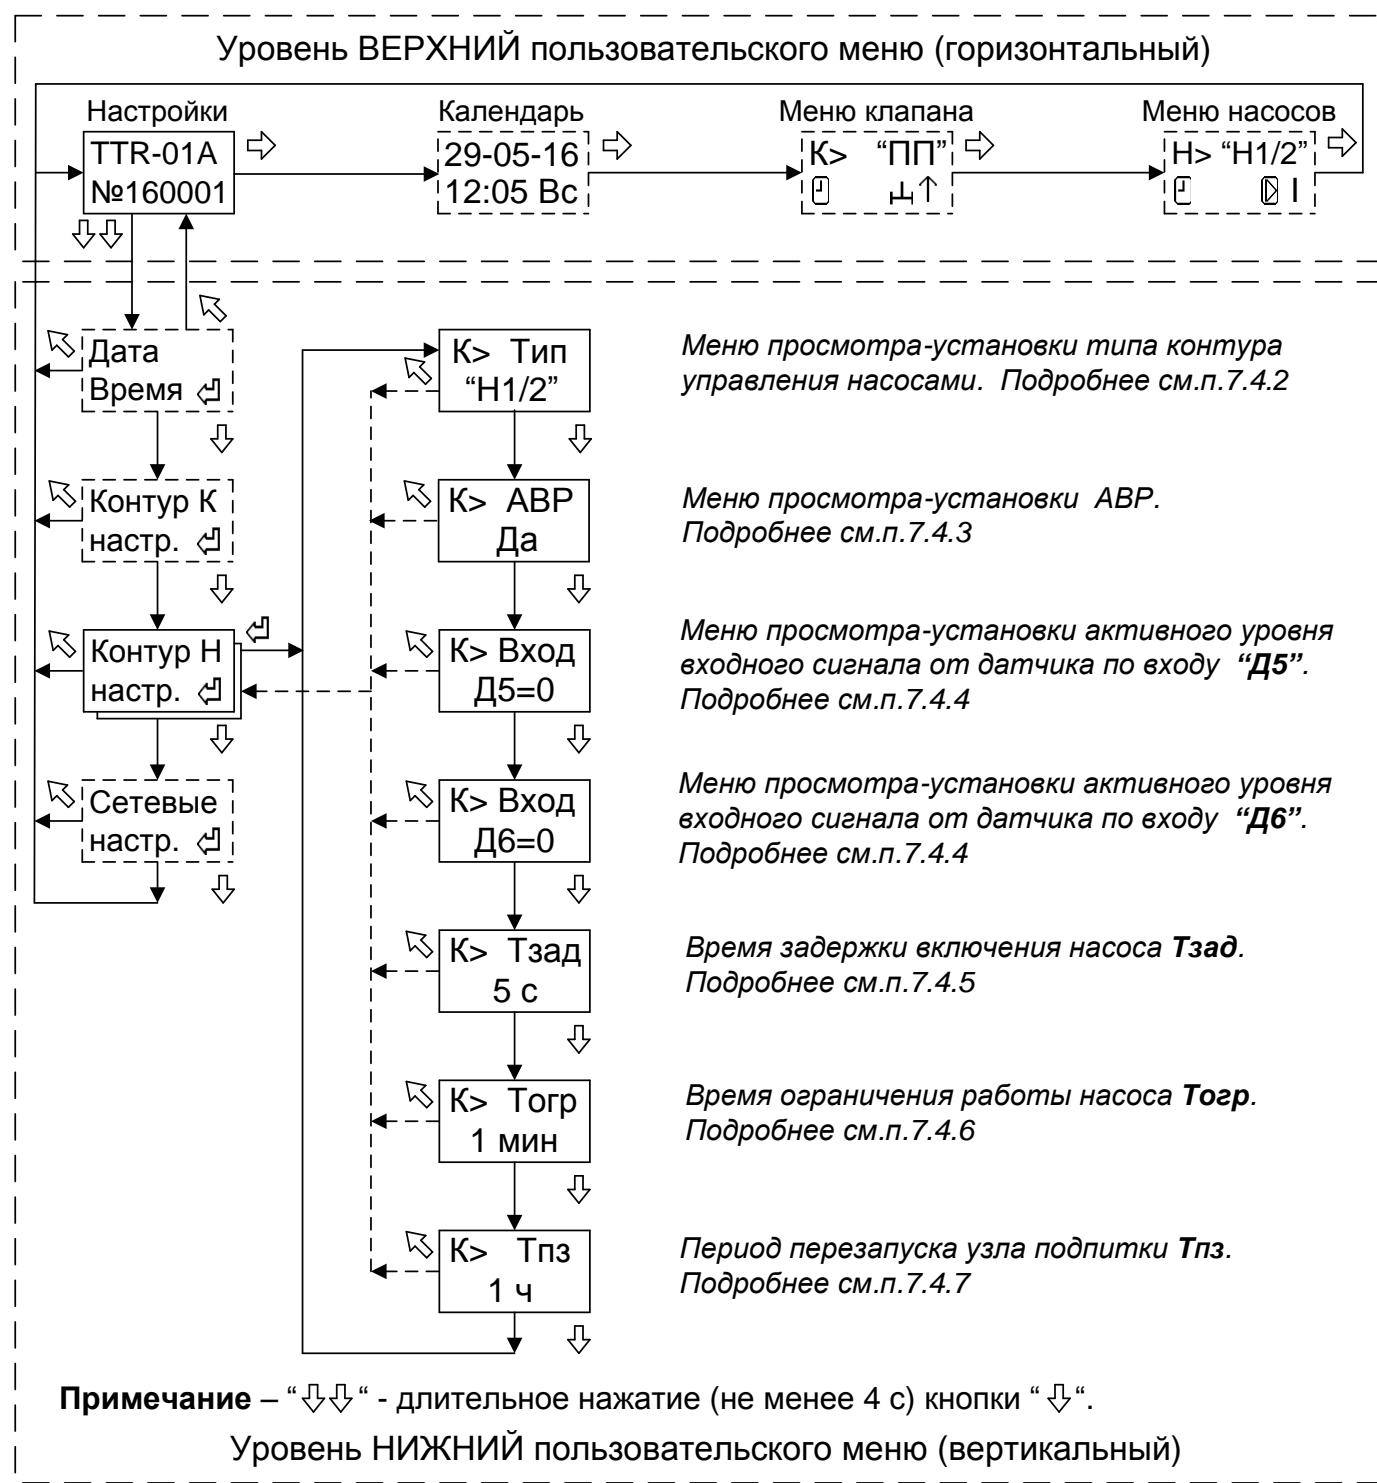

Рисунок 5 - Структура меню настройки параметров контура управления насосами.
7.4.3 Вход в меню просмотра-установки параметра **ABP** (автоматический ввод в работу резервного насоса в случае неисправности основного) производится при нажатии кнопки "↙" (см. рисунок 5). Внешний вид окна меню приведён ниже.
7.4.4 Вход в меню просмотра-установки параметра активного уровня сигнала от датчиков по входу “Д5” и “Д6” производится при нажатии кнопки “” (см. рисунок 5). Внешний вид окна меню приведён ниже.
7.4.5 Вход в меню просмотра-установки параметра времени задержки включения насоса **Тзад** производится при нажатии кнопки “” (см. рисунок.5).
7.4.6 Вход в меню просмотра-установки параметра времени ограничения работы насоса **Тогр** производится при нажатии кнопки “” (см. рисунок 5).
7.4.7 Вход в меню просмотра-установки параметра периода перезапуска узла подпитки **Тпз** производится при нажатии кнопки “” (см. рисунок 5).